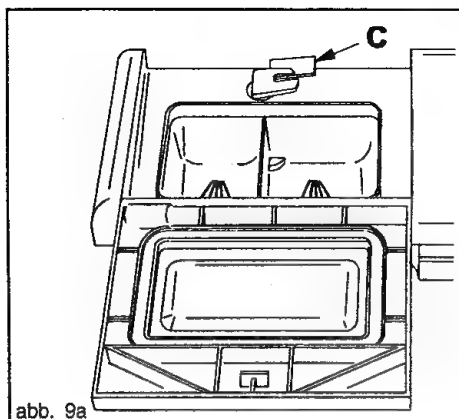

abb. 9a
- 1 Auf den Verschlußhebel "C" (Abb.9a-9b) drücken: der Deckel springt auf.